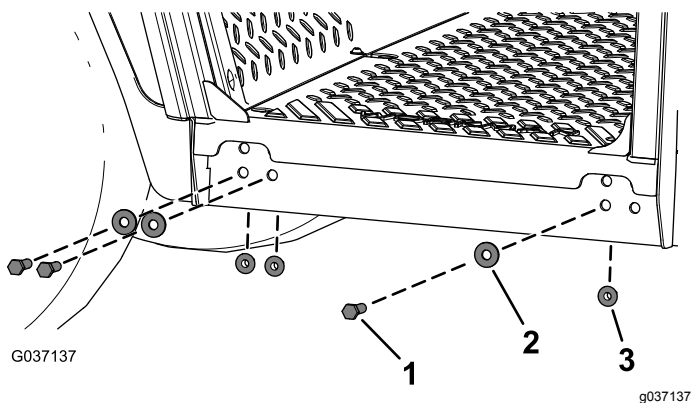

Figura 12
5. Fissate i lati del telaio della cabina alla macchina, utilizzando 6 bulloni a testa esagonale ($\frac{3}{8}$ " x $1\frac{1}{4}$ "), 6 rondelle ($\frac{3}{8}$ ") e 6 dadi flangiati ($\frac{3}{8}$ ") come mostrato nella Figura 12.